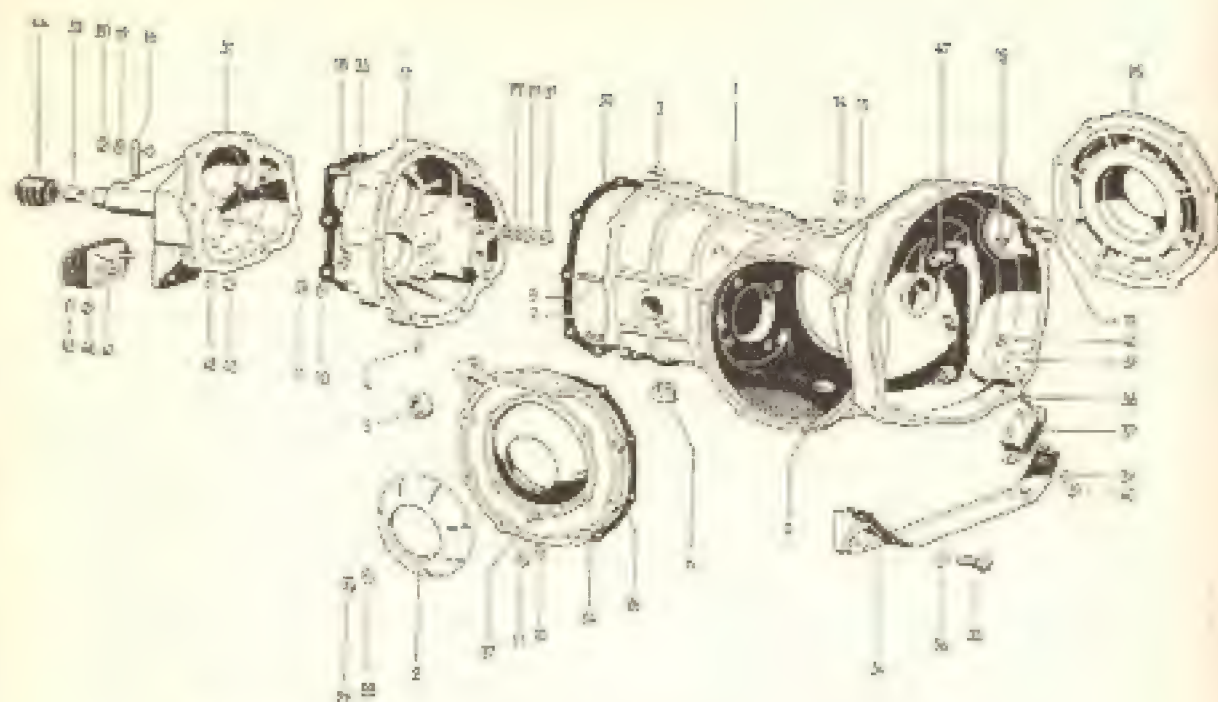

Fig. 2-K — Carcaça da transmissão e peças anexas
A carcaça não mais se compõe de duas metades semelhantes; é inteiriça em sua parte principal (1, fig. 2-K) com uma tampa (16) e a caixa da alavanca seletora (30). Na parte onde se aloja o diferencial,
— Retiram-se as porcas que prendem o calço de borracha (40, fig. 2-K).